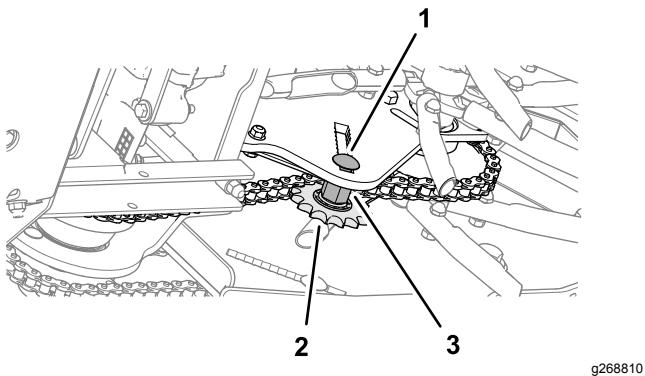

Figura 59
- Para ajustar la tensión de la cadena, afloje el perno tensor y el espaciador roscado, y empuje hacia arriba el piñón para apretar la cadena (Figura 59).